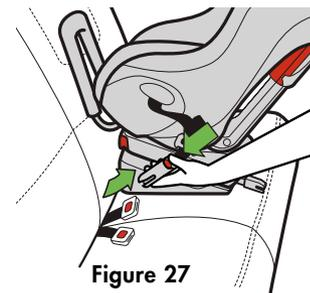

Figure 27
- Appuyez sur le bouton de déverrouillage rouge et maintenez-le enfoncé tout en tirant sur les connecteurs DUA, tel qu'illustré dans la **Figure 27**.